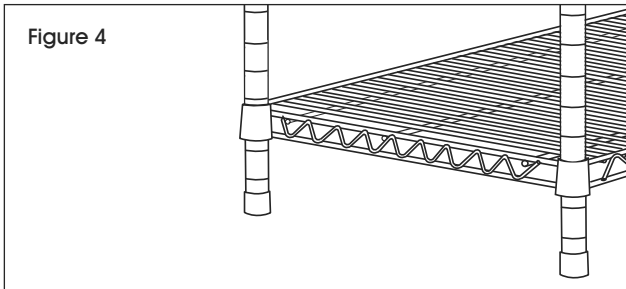

Figure 4
4. Placez le rayonnage à l'endroit. Fixez la tablette en place en la tapotant doucement vers le bas avec un maillet en caoutchouc. (Voir Figure 4)